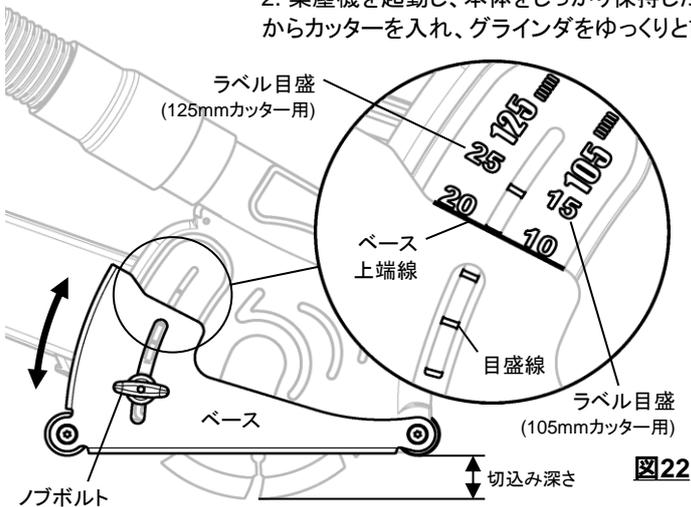

図22
1. 正面のノブボルトを緩め、ベースを上下移動させて切込深さを調整して下さい。ベースの上端線を目盛線に合わせることで、切込深さをおおまかにラベル目盛の数値に調整することが出来ます。(図22)